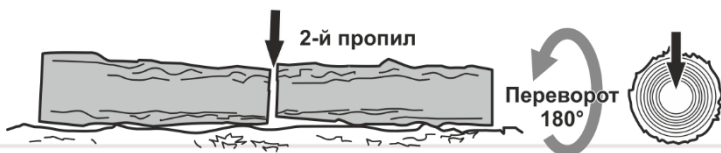

Рисунок 13. Розпилювання колоди із протилежного боку.
2. Переверніть колоду і розпиляете (2, рис.13) її з протилежного боку.